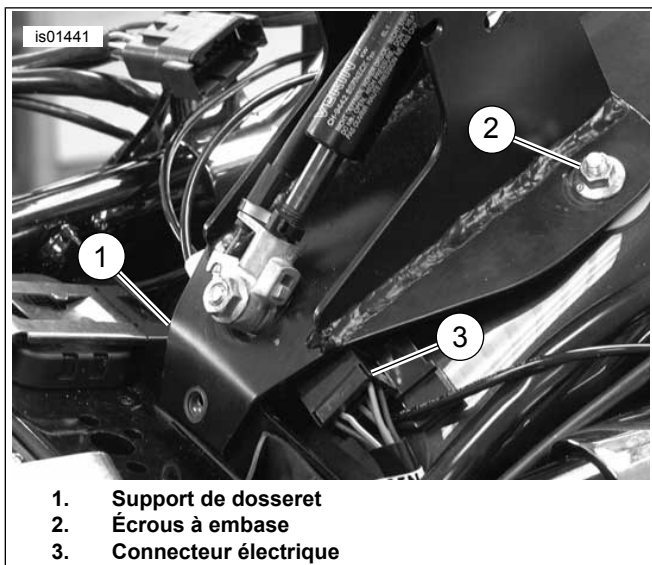

Figure 6. Attacher le support du dossier à l'aide des écrous à embase et de la vis
3. Consultez Figure 6. Glisser le connecteur électrique (3) sur le côté afin que le support ne le gêne pas.